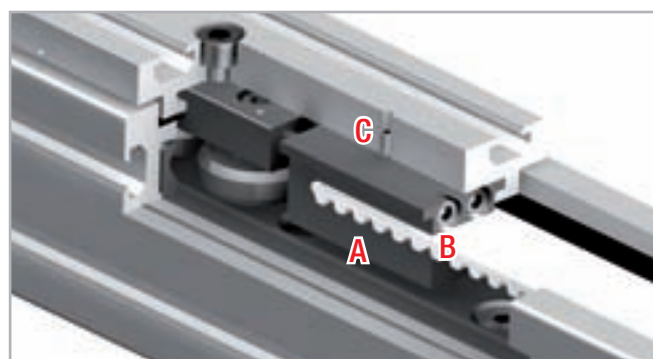

Рис. 59
1. Вывинтить предохранительные винты "С" (находящиеся на боковой поверхности крепёжной пластины каретки) из натяжителя "А" (см. Рис. 59).